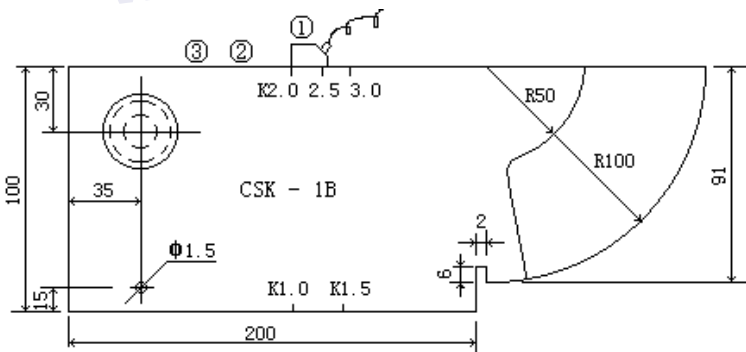

图 3-3-1
如图 3-3-1 所示，探头在不同的位置，所反射的回波高度和距离也不同，当探头从①移到③处，在屏幕上的回波幅度应该从低→高→低变化，并留下不同幅度的峰点组成一个新的曲线，我们称此曲线为包络线。下面就以上图的装置。我们以  $\varnothing 50$  孔为例扫查其包络线。